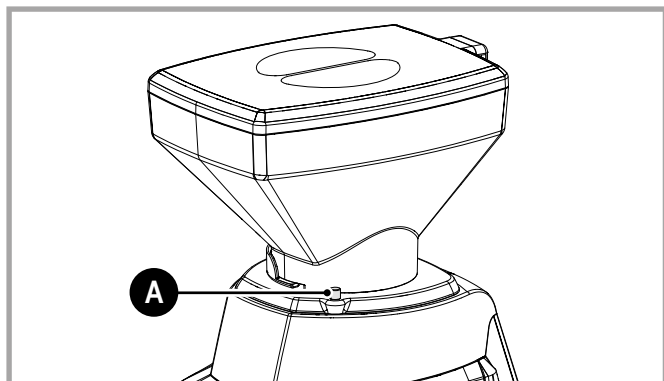

Fig. 8.2 - Bague de fixation
- Dévisser la bague de fixation (A - Fig. 8.2).